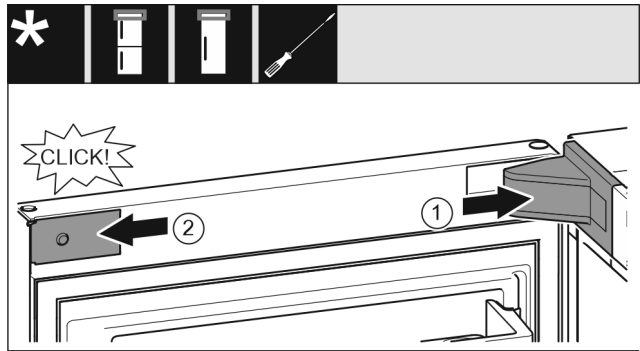

Fig. 59
- ▶ Lagerbockabdeckung Fig. 59 (1) aufsetzen und einrasten, ggf. vorsichtig auseinanderdrücken.
- ▶ Blende Fig. 59 (2) seitlich ansetzen und einrasten.